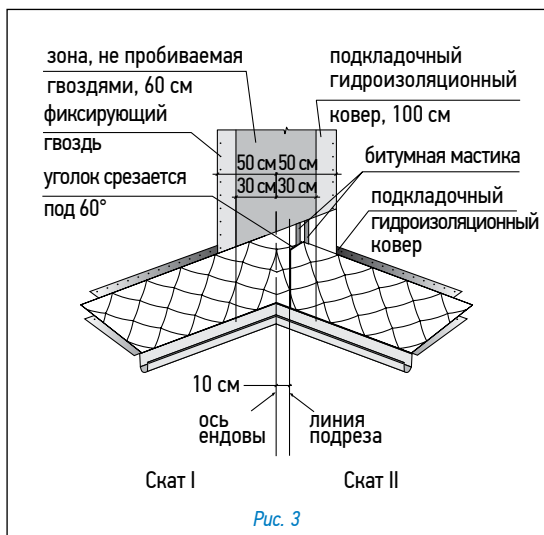

Рис. 3
Енды (рис. 3)
- лист, подходящий к ендове со ската II, должен доходить до линии подрезки и обрезаться по ней. Верхний уголок обрезанного края листа подрезается под углом 60° (5 × 3 см — рис. 3);